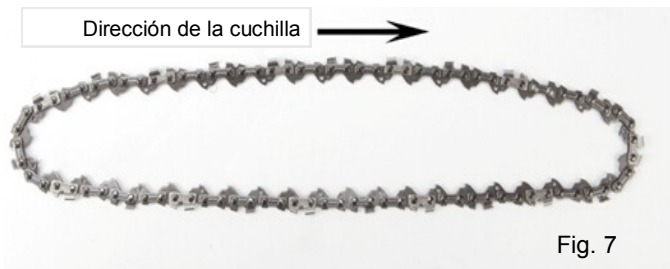

Fig. 7
- Extienda la nueva cadena de la sierra formando círculo y enderece todo retorcimiento presente en la misma. Los dientes de corte deben estar orientados en la dirección desplazamiento de la cadena. Si están orientados en la dirección opuesta, invierta la posición de la cadena. (Fig 7)